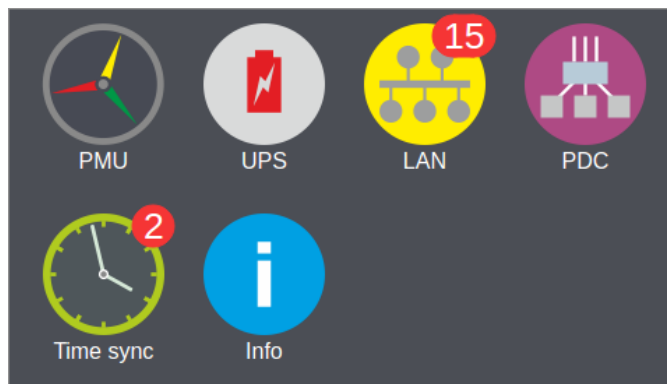

Рисунок 5.2. Главное меню с уведомлением об ошибках.
При обнаружении ошибки в главном меню модуля в верхнем правом углу пиктограммы, соответствующей типу устройств, в которых обнаружилась ошибка, появится уведомление с количеством ошибок на красном фоне (рис. 5.2) и произойдет замыкание дискретного выхода (DO). Размыкание дискретного выхода произойдет только в том случае, когда все ошибки будут устранены или сквитированы (в главном меню исчезнут все уведомления об ошибках).